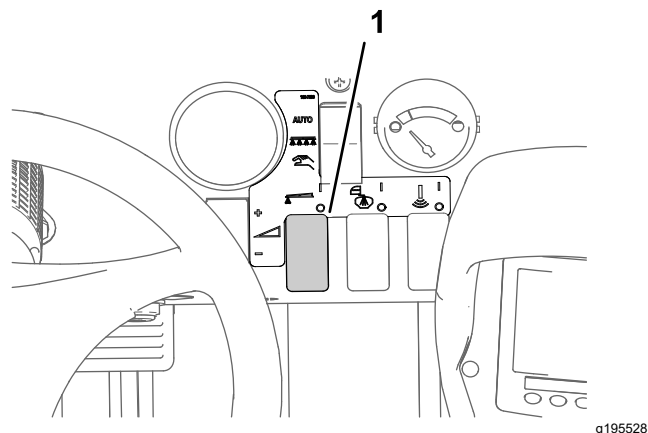

Figura 42
8. Utilizai comutatorul pentru rata de aplicare pentru a atinge presiunea de pulverizare dorită conform indicaiei din ghidul de selectare a duzelor furnizat împreună cu pulverizatorul (Figura 42).